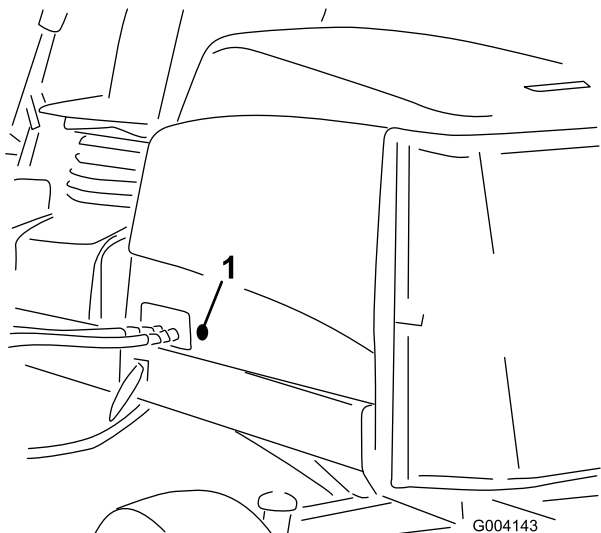

Figure 16
- Retirez le passe-câbles en caoutchouc du trou situé du côté gauche du capot (Figure 16).